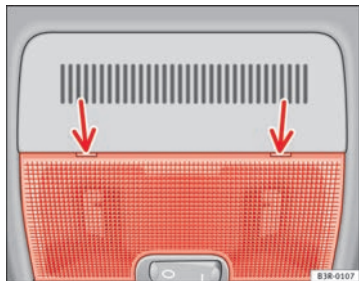

Abb. 82 Ausschnitt aus Dachhimmel: Ansatzpunkt des Schraubendrehers
- Setzen Sie einen Schraubendreher mit der flachen Klinge vorsichtig an der hinteren Seite des Leuchtenglases an ⇒ Abb. 82.